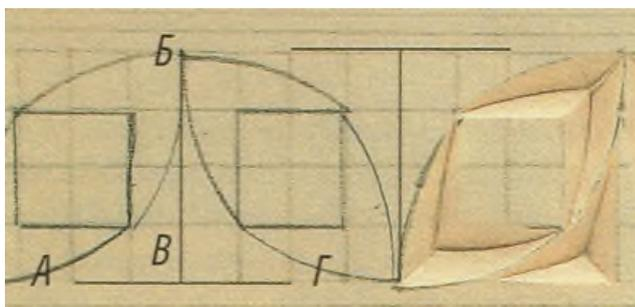

Рисунок 37 - Вырезание трехгранных выемок
4.3 Вырезав все "лепестки", проведите дополнительные линии между ними. По линиям вырежьте трехгранные выемки (рисунок 37).